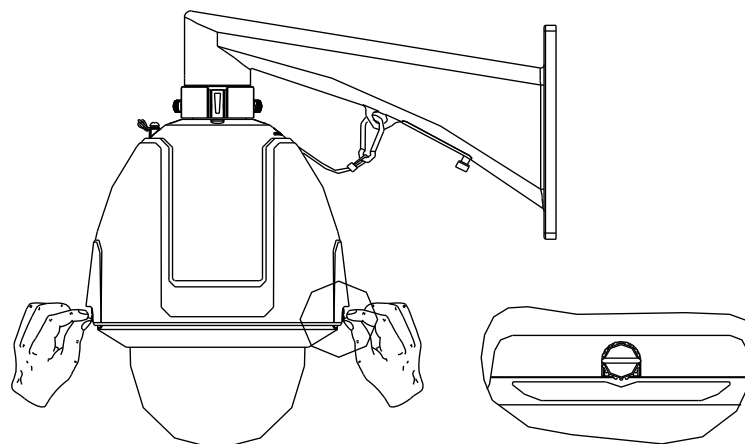

Abbildung 1.2.12 Anbringen der Kuppel
7. Fixieren Sie die Kuppel auf beiden Seiten mit den Schrauben (siehe Abbildung 1.2.12).